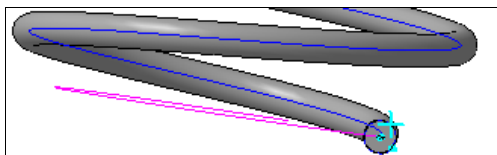

Рис. 23.30. Эскиз сечения пружины
- ♦ в Дереве модели выделите элемент **Параллельная плоскость:2** и создайте в этой плоскости эскиз в виде окружности диаметром 0,5 (рис. 23.30);